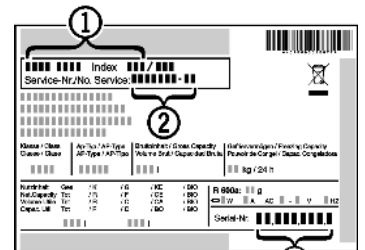

Fig. 79
- ▶ Leggere la denominazione dell'apparecchio *Fig. 79 (1)*, il numero di assistenza *Fig. 79 (2)* e il numero di serie *Fig. 79 (3)* dalla targhetta identificativa. La targhetta identificativa è situata all'interno dell'apparecchio, sul lato sinistro